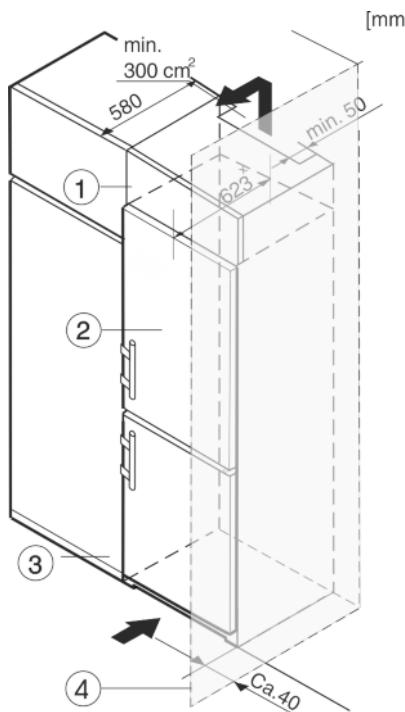

Fig. 11
Устройство может быть окружено предметами кухонной обстановки. Чтобы уравнять устройство Fig. 11 (2) по высоте с кухонной стенкой, можно установить над устройством соответствующий дополнительный шкафчик Fig. 11 (1).
В комбинации с кухонными шкафами устройство можно устанавливать непосредственно рядом с кухонным шкафом Fig. 11 (3). Чтобы можно было полностью открыть двери, устройство должно выступать, как минимум, на 65 ммx относительно передней стенки кухонного шкафа. В зависимости от глубины кухонных шкафов и использования пристенных распорок устройство может выступать и больше.
Если устройство установлено на шарнирах у стены Fig. 11 (4), то расстояние между устройством и стеной должно быть не менее 40 мм. Настолько выступает ручка при открытой дверце.